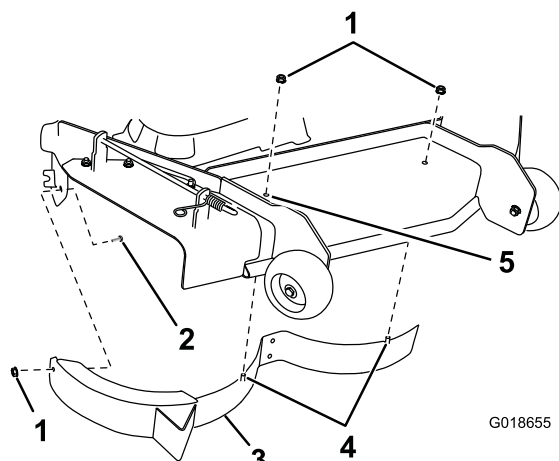

Figure 3
12. Montez le déflecteur droit sur le tablier de coupe, comme illustré à la Figure 3.
Remarque: Retirez le boulon obturateur et l'écrou indiqués à la Figure 3 avant de monter le déflecteur.
13. Insérez un boulon de carrosserie (5/16 x 3/4 pouce) et un contre-écrou (5/16 pouce) à travers la paroi arrière du tablier de coupe et le déflecteur droit pour fixer le déflecteur au tablier (Figure 3).